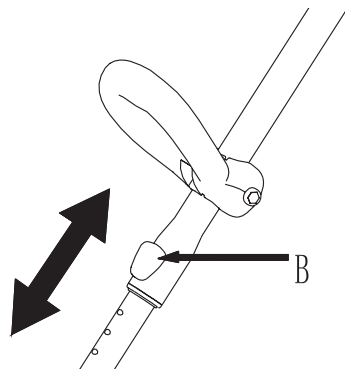

Fig. 7
2. Presione el botón de ajuste de longitud del eje (B) y mueva el eje superior hacia arriba o hacia abajo hasta alcanzar la longitud deseada. (Fig. 7)